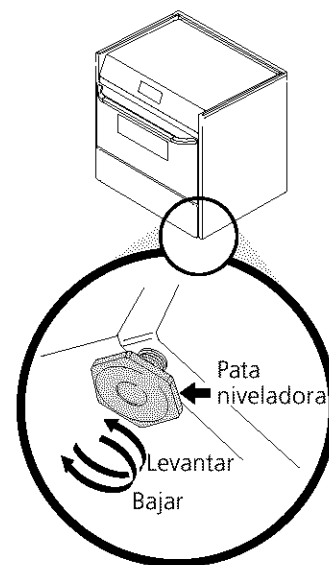

Figura 12
- Ponga un nivel sobre la parrilla. Tome dos lecturas con el nivel puesto diagonalmente en una dirección y después en la otra. Nivele la estufa, si es necesario, ajustando las 4 patas niveladoras con una llave de tuercas (Figura 12).
4. Nivele la estufa si es necesario ajustando las cuatro patas niveladoras con una llave (Ver la Figura 12 abajo). Se requiere un espacio libre mínimo de 1/8" (0.8 cm) entre la parte inferior de la estufa y los niveladores de las patas traseras para dejar espacio para los soportes antivuelco.